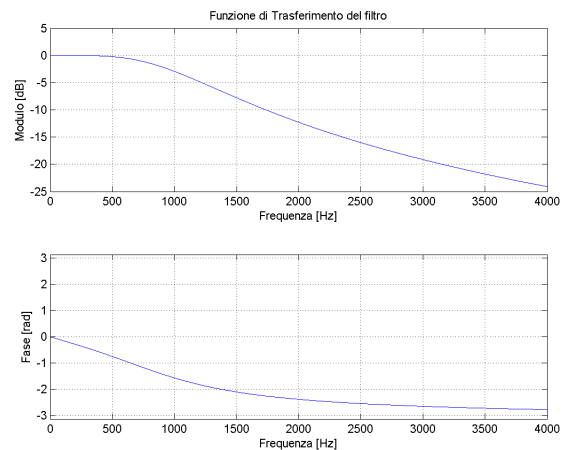

Fig. 2
9. Si decide di acquisire il segnale con una frequenza di campionamento di 4 kHz. Si ha a disposizione anche un filtro con funzione di trasferimento indicata in fig. 2. Si ritiene utile impiegarlo? In ogni caso, dove andrebbe inserito nella catena di acquisizione (disegnare schema)?